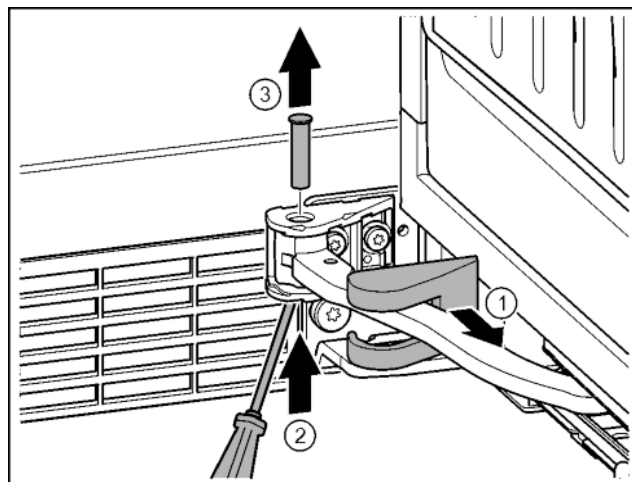

Fig. 17
- ▶ Zdjąć osłonę płytki zawiasu i przesunąć wzdłuż przegubu. Fig. 17 (1)
- ▶ Sworznie unieść od dołu palcami lub przy pomocy śrubokręta. Fig. 17 (2)
- ▶ Śrubokręt wsunąć pod główkę sworznia i wyjąć. Fig. 17 (3)